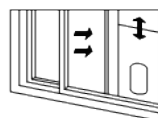

Fig.3
1) Ouvrez à moitié la fenêtre et montez l'ensemble de la plaque d'étanchéité de la fenêtre sur la fenêtre (comme indiqué sur la figure 2 et la figure 3) ; l'ensemble peut être placé dans le sens horizontal et vertical.